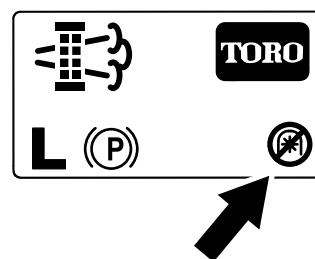

Figura 52
**Nota:** La pantalla de inicio muestra el icono de toma de fuerza desactivada (Figura 52).
**Nota:** La pantalla de inicio muestra el icono de toma de fuerza desactivada; consulte la Figura 52 en Mensajes de regeneración con la máquina aparcada (página 50).